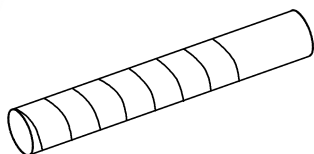

图 5-42 创建螺旋线
(3) 在直径为 30 的圆柱面上创建螺距为 20, 共 8 圈的螺旋线, 如图 5-42 所示。